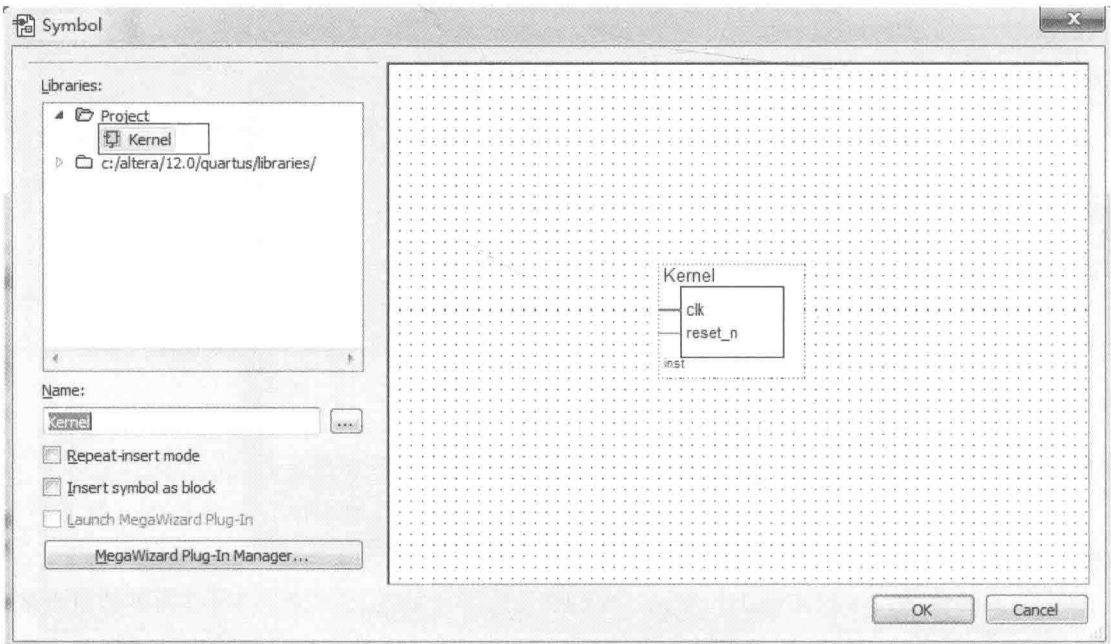

图 1-14 选择添加到 Quartus II 工程中的器件
(16) 点击 Exit 按钮退出 SOPC Builder 窗口。重新返回到 Quartus II 12.0 窗口，在新建的原理图文件空白区域双击鼠标左键，在弹出的 Symbol 对话框中，选择 Libraries 窗口下面 Project 文件夹中的 kernel，如图 1-14 所示。